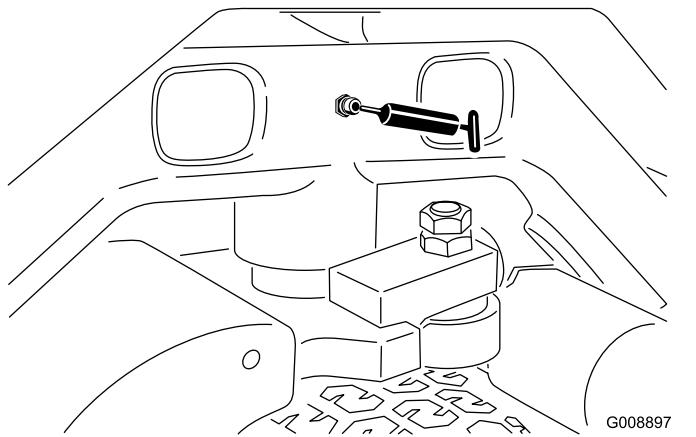

Figura 54
- Perno dello sterzo (Figura 54)